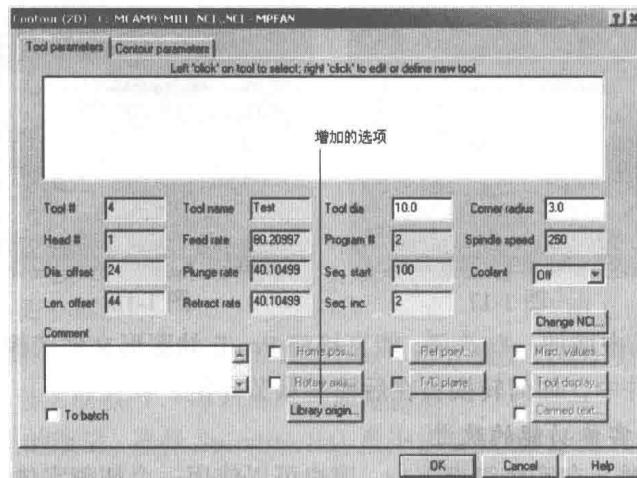

图 1-23
(1) 在二维外形铣削“刀具参数”选项卡中增加了 Library Origin (库原点) 选项，如图 1-23 所示。